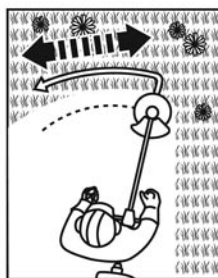

Fig. 26
- > Treceți încet și regulat cu aparatul, cu o mișcare în formă de arc de la stânga la dreapta, și aduceți aparatul înapoi în poziția inițială, înainte de a tunde următoarea suprafață (Fig. 26).